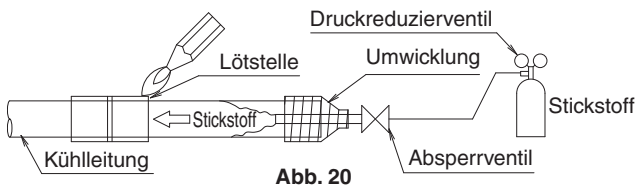

Abb. 20
- Lassen Sie vor dem Löten von Kältemittelleitungen Stickstoff durch die Kältemittelleitungen fließen und ersetzen Sie Luft durch Stickstoff. Führen Sie dann die Lötarbeiten durch (HINWEIS 2). **(Siehe Abb. 20)** Stellen Sie nach dem Abschluss sämtlicher Hartlötarbeiten die Bördelverbindung mit dem Innengerät her.